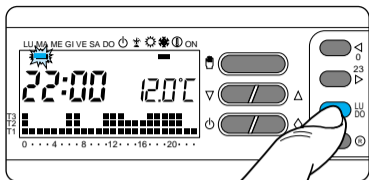

Fig. 44
8.6 - Para programar de otra manera los días sucesivos, haga avanzar el día mediante el botón **LU÷DO**, y repita el procedimiento descrito en el apartado 8.4 (fig. 44).